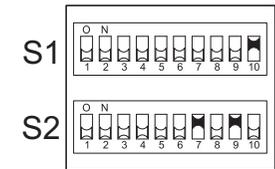
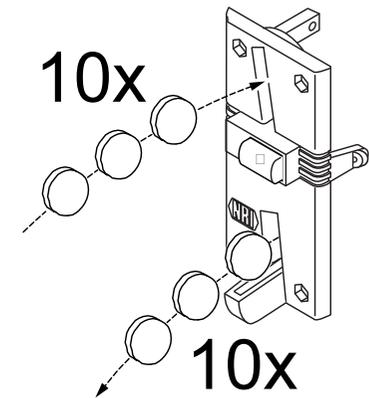

Abb. 21
Abb. 22
1. Die folgenden DIL-Schalter auf dem Schalterblock S2 nach oben auf ON schalten (Abb. 21).
- b) schalten Sie dann S2-7 Münzkanal 6 (TM) auf ON
2. Minimal 10x ein Token einwerfen (Abb. 22) (nicht 10x das gleiche Token). Nach dem Einwurf der 10 Münzen erfolgt ein einmaliges Anziehen der Sperrspule (innen).